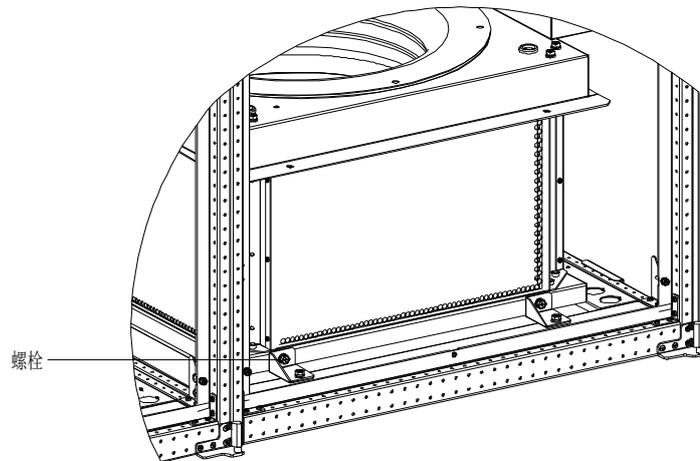

图3-21 固定螺栓位置
3. 剪掉扎紧风机电缆的线扎，使电缆长度能够满足风机下沉需要，拆掉风机运输固定螺栓（见图 3-21，共 4 处）；